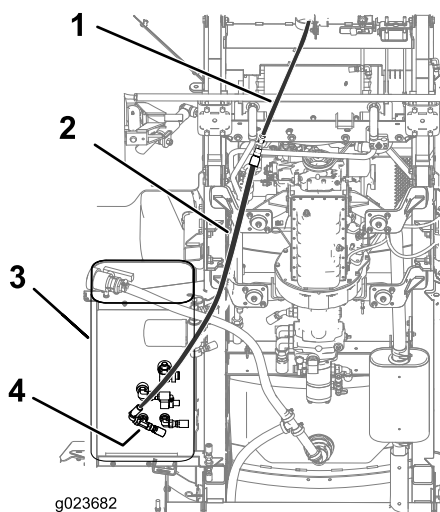

Figure 3
- 4. Branchez le flexible hydraulique au flexible de ce kit (Figure 3).
- 5. Débranchez le flexible actuellement relié au réservoir hydraulique à l'emplacement du raccord en T indiqué à la Figure 3.
- 6. Remplacez le raccord à cet emplacement par le raccord en T et rebranchez le flexible retiré à l'opération précédente ainsi que le flexible du kit (Figure 3).